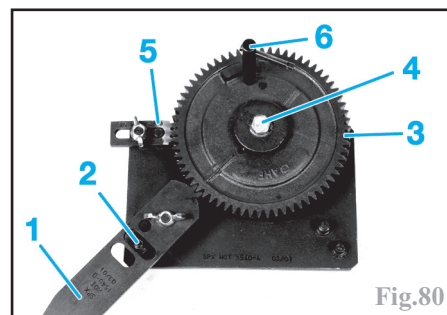

Fig.80
Mettre le levier (1) de façon à mettre le pion (2) dans la rainure puis serrer le papillon (Fig.80).